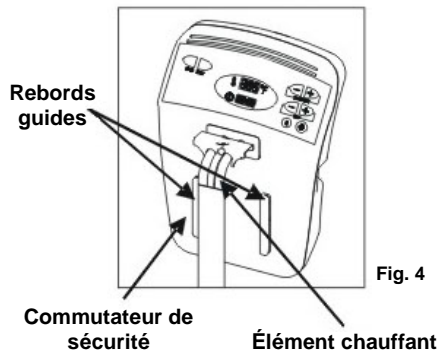

Fig. 4
**Avis important:** Le commutateur de sécurité automatique garantit que l'appareil ne fonctionnera pas à moins que le panneau de commande ne soit correctement installé sur les rails guides du corps de la friteuse. (Fig. 4)